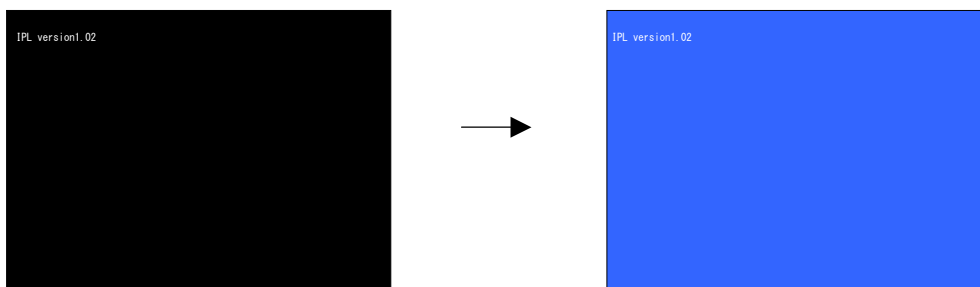

図 2-6-1. セーフモードへの移行画面
- ① Algo Smart Panel の画面をどこでもいいので押しながら電源を ON します。しばらくすると図 2-6-1 のようにオープニング画面の色が青色になります。画面が青色になるまで押し続けてください。